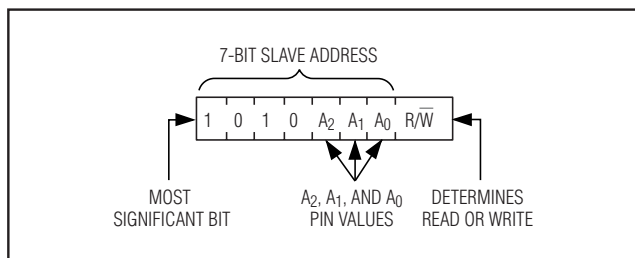

图4. 从设备字节
**从设备地址字节:** I2C总线上的每个从设备对启动条件后的从设备地址字节响应。从设备地址字节(图4)包含高7位的从地址和最低位的R/W位。